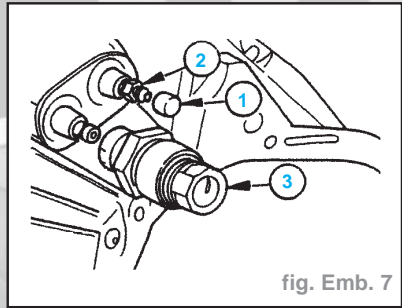

fig. Emb. 7
- Ôter le capuchon (1) (fig. Emb. 7).
- Dévisser la vis de purge (2).
- Dévisser le clapet de précompression (3).
- Poser le cylindre récepteur (2).
- Serrer les vis (3) uniformément. Emmancher l'arrêt d'huile radial dans le carter de boîte de vitesses.
- Reposer le clapet de précompression (3) (fig. Emb. 7).
- Enlever le bouchon (1) (fig. Emb. 7).
- Raccorder le purgeur à un bocal de purge de fourniture locale et le dévisser d'un tour (2).